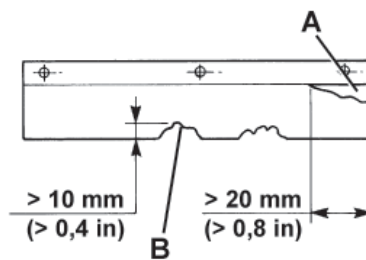

Abbildung 20
Weisen die Schmutzfangklappen Schnitte (A, Abb. 20) über 20 mm oder Brüche /Risse (B) über 10 mm auf, Schmutzfangklappen auswechseln (für das Auswechseln der Schmutzfangklappen siehe Service-Anleitung).